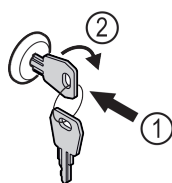

Fig. 177
- ▶ Inserire la chiave Fig. 177 (1).
- ▶ Ruotare la chiave di 90° in senso orario Fig. 177 (2).